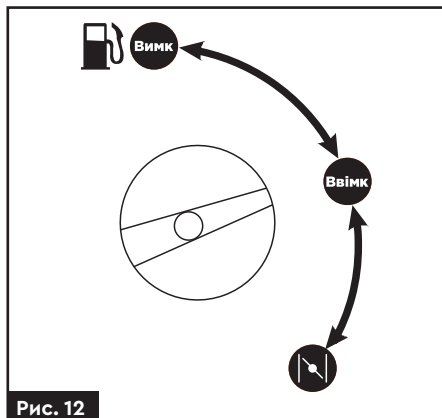

Рис. 12
7. Після запуску двигуна зачекайте близько 30 секунд, і після цього переведіть тумблер на панелі керування в положення «Ввімк» (рис. 12).